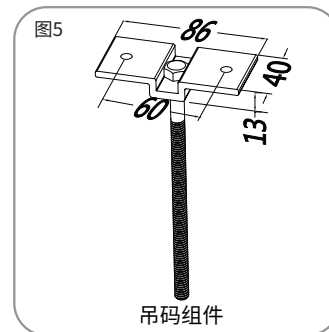

图5
- II. 当 $121\text{mm} < C < 190\text{mm}$ 时, 选用吊码组件, 如图5;